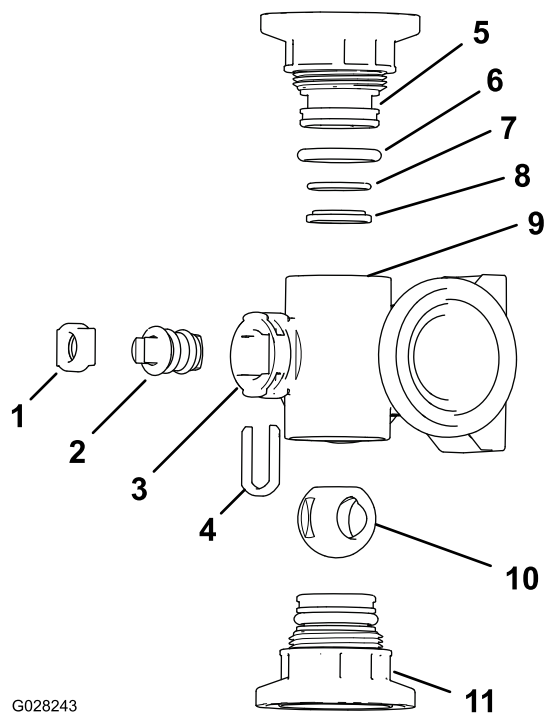
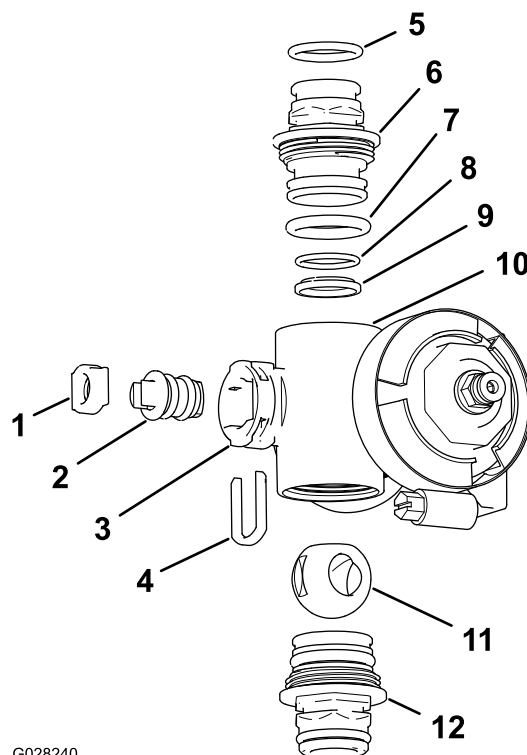

Рисунок 72
Рисунок 73
2. Снимите два штуцера торцевой крышки в сборе с каждого конца корпуса коллектора (Рисунок 72 и Рисунок 73).
4. Извлеките держатель штока из пазов в отверстии штока в коллекторе (Рисунок 72 и Рисунок 73).
5. Снимите держатель штока и седло штока клапана с коллектора (Рисунок 72 и Рисунок 73).
6. Просуньте руку внутрь корпуса коллектора и извлеките оттуда шток клапана в сборе (Рисунок 72 и Рисунок 73).
- Проверьте состояние уплотнительных колец выпускных штуцеров (только коллектор клапана секции), уплотнительных колец торцевых крышек, задних уплотнительных колец седла, седла шарового клапана на повреждения или износ (Рисунок 72 и Рисунок 73).
- Нанесите консистентную смазку на шток клапана и вставьте его в седло штока клапана (Рисунок 72 и Рисунок 73).
- Вставьте шток и седло клапана в коллектор и закрепите шток и седло держателем штока (Рисунок 72 и Рисунок 73).
- Убедитесь, что заднее уплотнительное кольцо седла и седло шарового клапана выровнены и правильно установлены в штуцере торцевой крышки (Рисунок 73 и Рисунок 72).
- Установите штуцер торцевой крышки в сборе на корпус коллектора так, чтобы фланец штуцера торцевой крышки касался корпуса коллектора (Рисунок 72 и Рисунок 73), затем доверните штуцер торцевой крышки еще на 1/8–1/4 оборота; затяните штуцер с моментом от 225 до 282 Н·см.